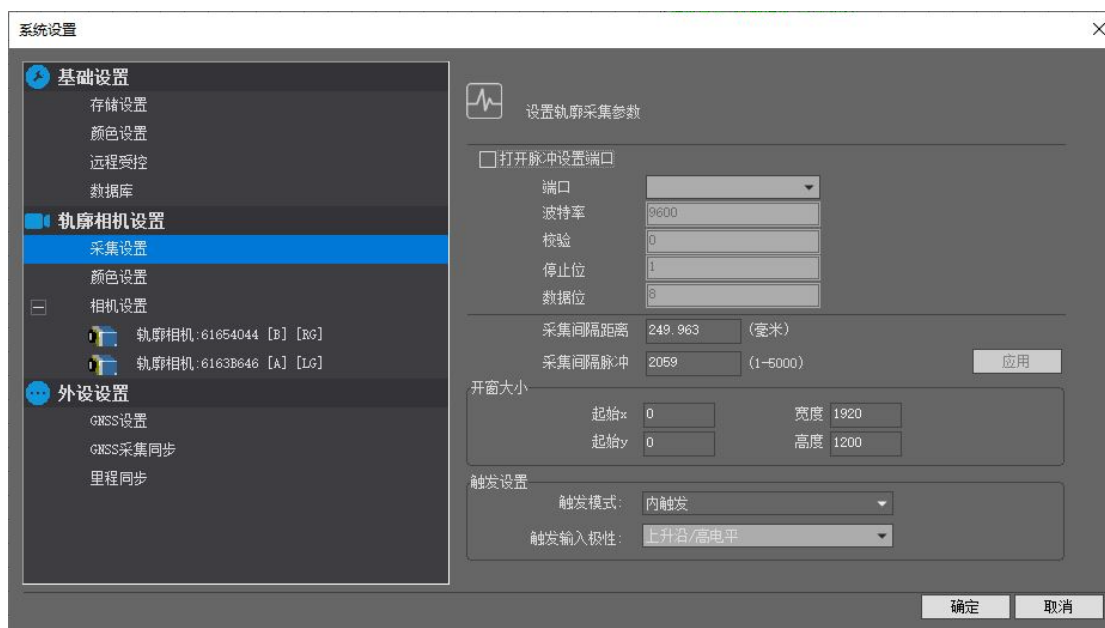

图 2.5-1 轨廓采集设置
- (1) 勾选“打开脉冲设置端口”，设置端口信息后可对脉冲信号进行脉冲设置。
- (2) 采集间隔距离，设置软件多少毫米采集一个廓形数据。
- (3) 采集间隔脉冲，通过脉冲端口设置组件多少脉冲采集。
- (4) 开窗大小，设置轨廓相机的开窗大小信息，包括起始 x、起始 y、宽度和高度信息。推荐值如图 2.5-1，建议不修改。
- (5) 触发设置，设置轨廓相机触发模式和触发输入极性。